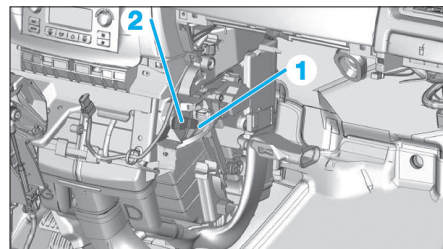

Fig. 44
- Déconnecter le connecteur de sonde (1) (Fig.44).
- Déposer la sonde de température (2).